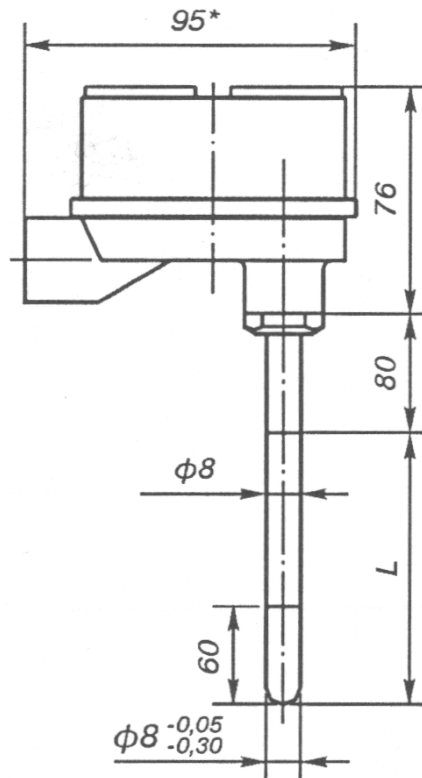

Рис. 1.
Количество чувствительных элементов: 1 (для рис.3-7), 1 или 2 (для рис.1, 2).
Диапазон измеряемых температур: -40...200 °С (для рис.1,2); -40...400 °С (для рис.3, 4, 5, 6, 7).
-40...1000 °С - для ТХА Метран-251 (рис.1,2, 8).
ост.см.рис. 1